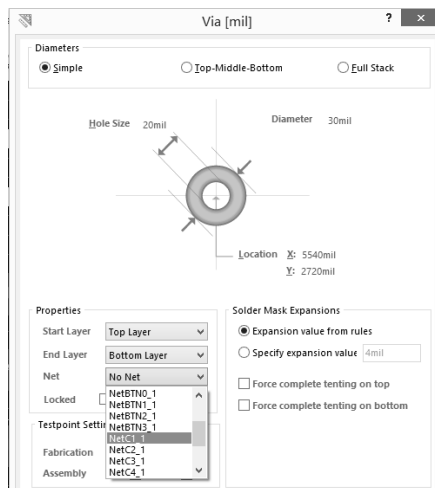
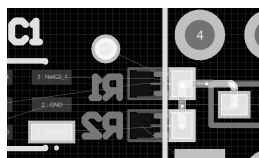

图 3.4.23 设置过孔属性
图 3.4.24 过孔连至网络上
(2) 单击常用工具栏中的放置过孔  图标,在顶层和底层之间放一个过孔,双击打开其属性对话框,如图 3.4.23 所示,过孔的尺寸之前已设定好,将“Net”改为“NetC1_1”,则该过孔出现飞线自动连至 NetC1_1 网络上,如图 3.4.24 所示。